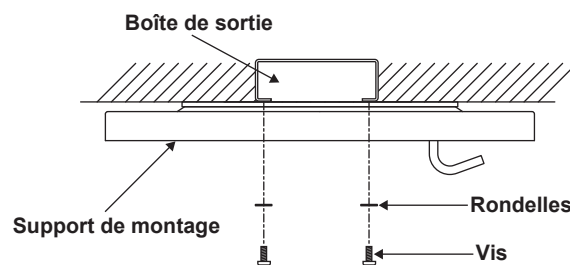

Figure 5
2. Fixez le support de montage à la boîte de sortie à l'aide des deux vis et des rondelles fournies avec la boîte de sortie. Pour optimiser les performances, assurez-vous que le support de montage est de niveau et solidement fixé contre le plafond. Vous aurez peut-être à insérer des rondelles supplémentaires (non fournies) entre la boîte de sortie et le support de montage pour le mettre à niveau. (Fig. 5).